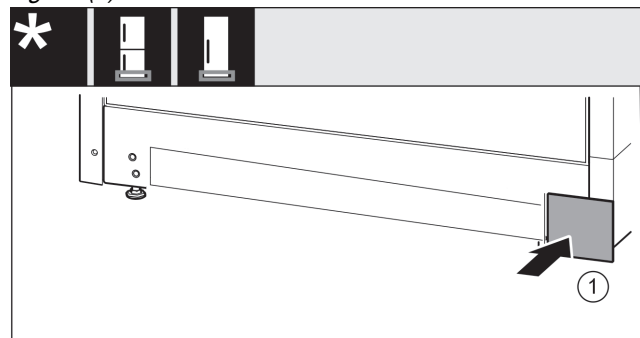

Fig. 20
- ▶ Așezați apărătoarea din nou pe cealaltă parte. *Fig. 20 (1)*